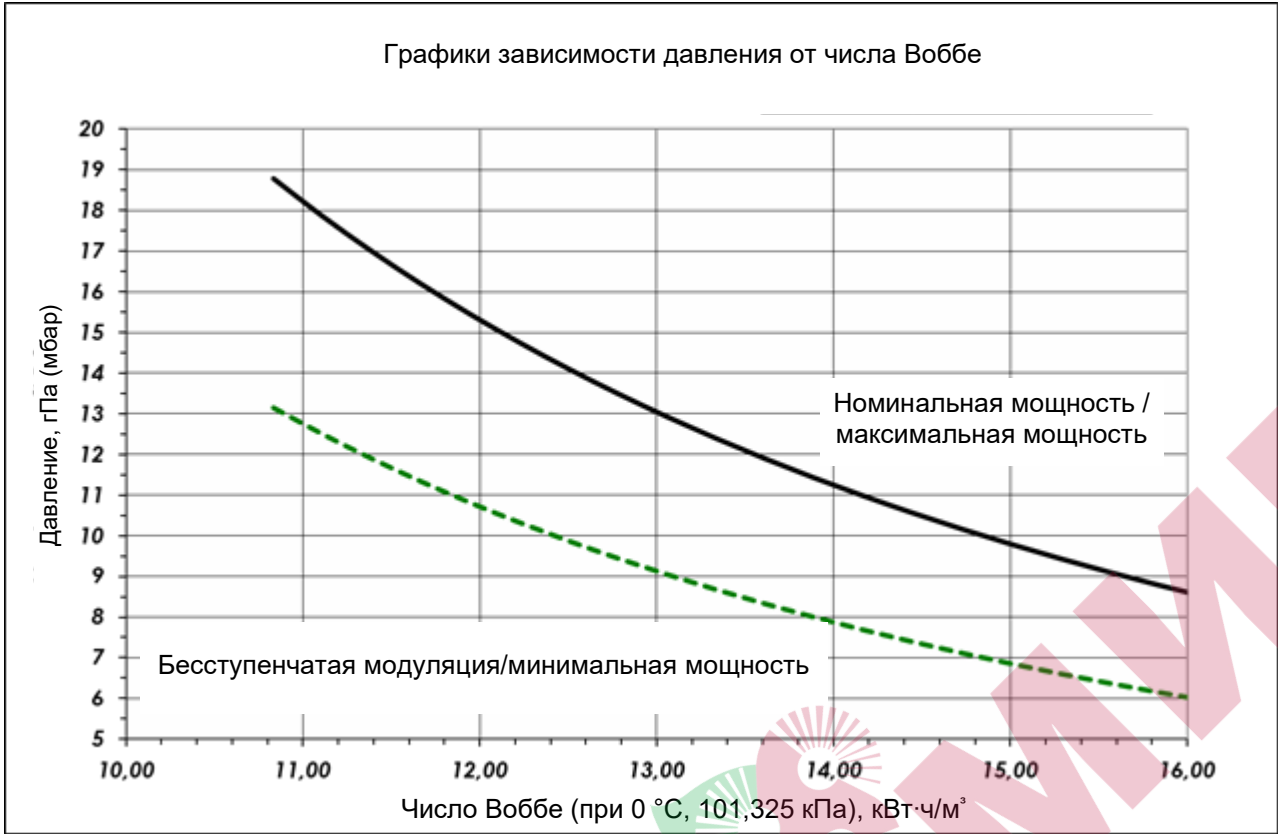

Рисунок 4.3.5 Определение давления природного газа перед соплом для ГИИ-TMT 15-50L/80LL/100LL
4. Для достижения номинальной тепловой мощности излучателя необходимо установить давление газа на входе в сопло согласно графику (рис. 4.3.5 и 4.3.6), в зависимости от числа Воббе используемого природного газа (информацию необходимо получить у местной службы газоснабжения).